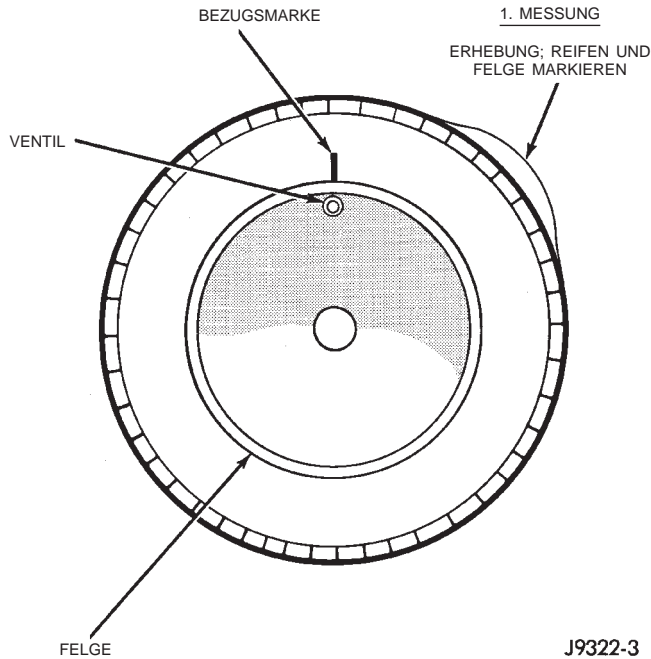

Abb. 8 Erste Messung am Reifen
(1) Den Höhengschlag in der Mitte der Profilrippe messen. Den Wert notieren. Die Erhebung am Reifen markieren. Ebenfalls die Position des Ventils am Reifen markieren (Abb. 8).